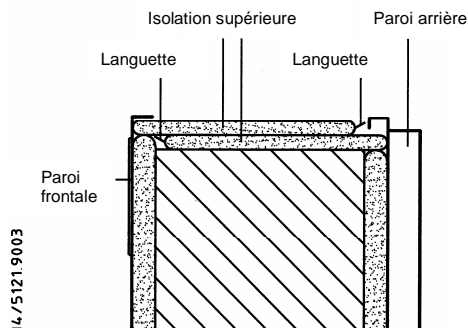

Fig.8
- 5** Recouvrez avec l'isolation supérieure. La languette inférieure doit être tournée vers l'avant et celle de l'isolation supérieure vers l'arrière (Fig.8).